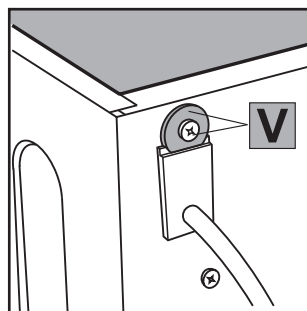

Fig. 15
4. Togli la vite e la rondella **V** [fig. 15], che servono da fermo al passacavo.